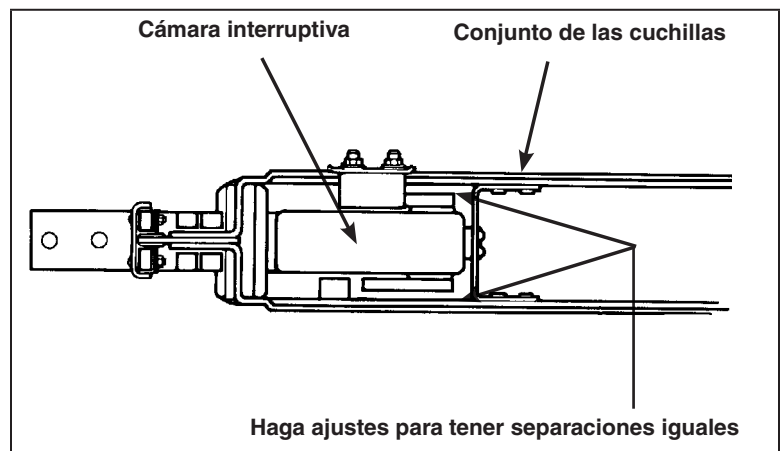

Figura 41. Conjunto de las cuchillas en la posición de cierre total.
- (d) La cámara interruptiva debe quedar en un plano paralelo al recorrido de las cuchillas, y las cuchillas deben pasar por encima de la cámara interruptiva con una separación aproximadamente igual a ambos lados. Vea la Figura 41.